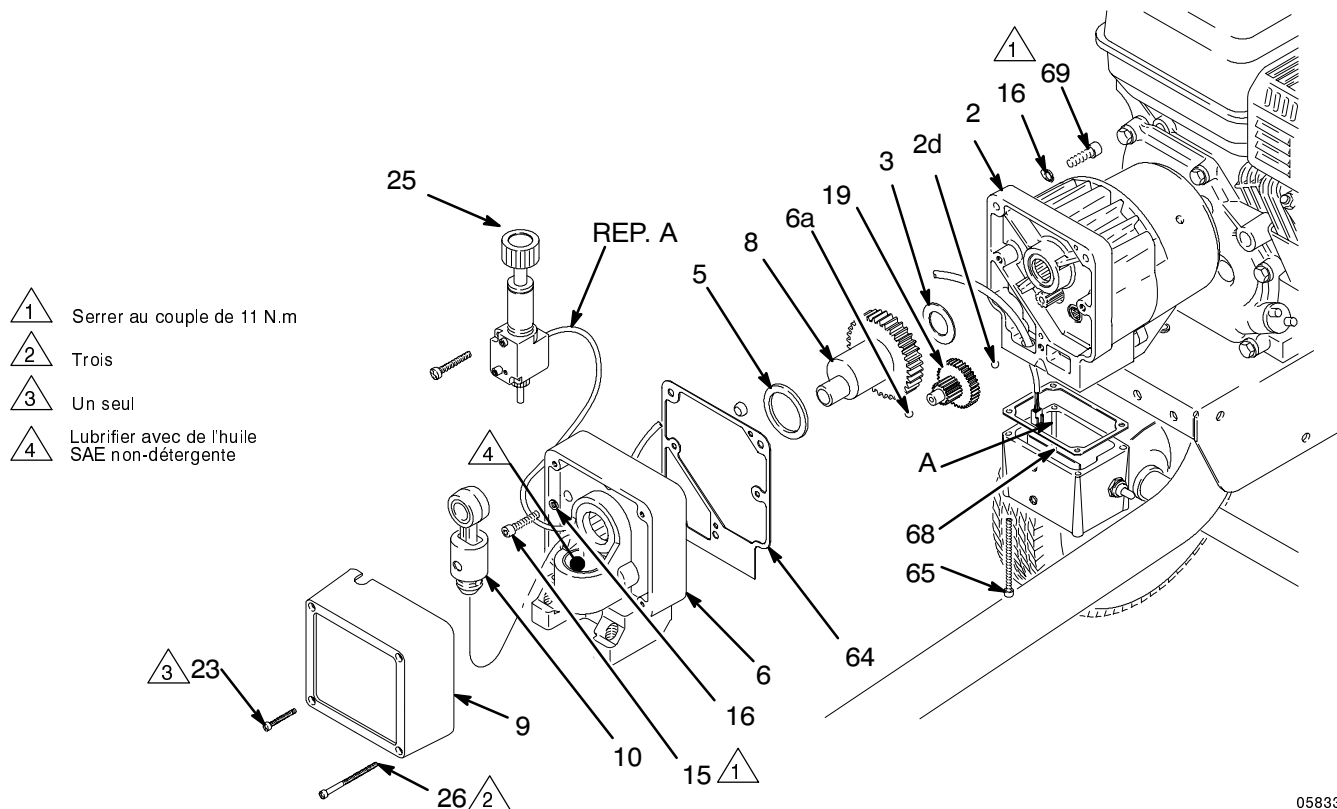

Fig. 5
2. Démontez la commande de pression (25). Voir page 18.
3. Retirez les trois vis du carter de transmission et les rondelles-frein (15, 16). Voir Fig. 5 page 17.
4. Retirez les deux vis du carter de pignonnerie (69) et les rondelles-frein (16). Voir Fig. 5 page 17.
5. Tapoter avec un maillet en plastique sur la partie inférieure de l'arrière du carter moteur (6) pour le desserrer. Extraire le carter de transmission du carter de pignonnerie.